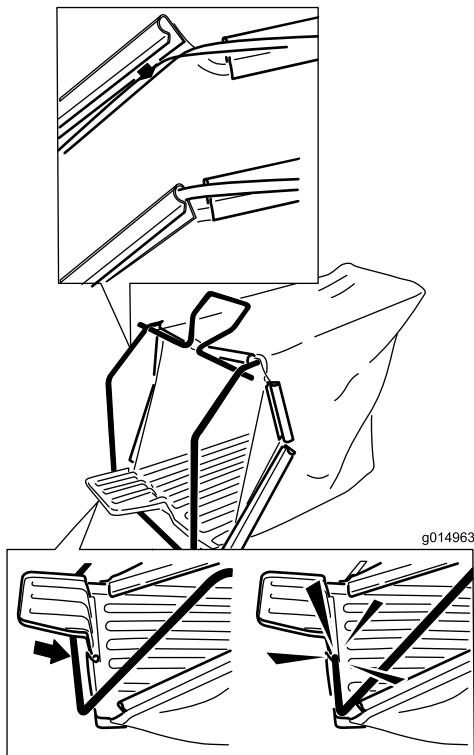

Figura 6
2. Conecte los clips al armazón de alambre, según se muestra en Figura 6.